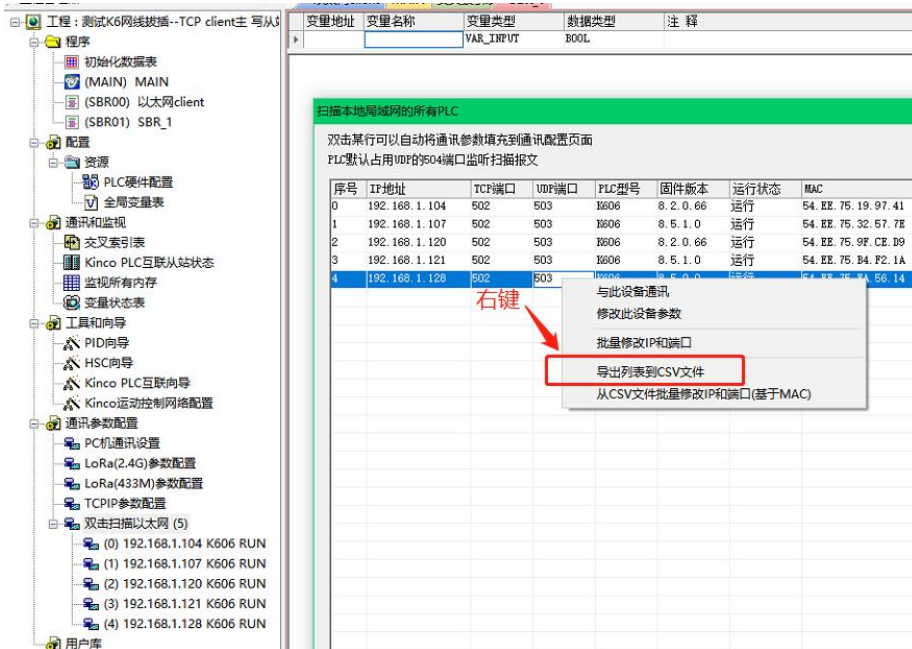

图 1
- ③ 在 以此IP为起始，所有IP设置为不同值 以此端口为起始，所有端口设置为不同值 时点击确定，网络中的设备以此 IP 为起始 IP 进行递增，所谓设备端口号变为相同的。
- ④ 在 以此IP为起始，所有IP设置为不同值 以此端口为起始，所有端口设置为不同值 时点击确定，网络中的设备以此端口为起始端口号进行递增，所有设备 IP 地址变为相同的。
①将网络中所有 PLC 参数导出列表到 CSV 文件，如图 1、图 2。